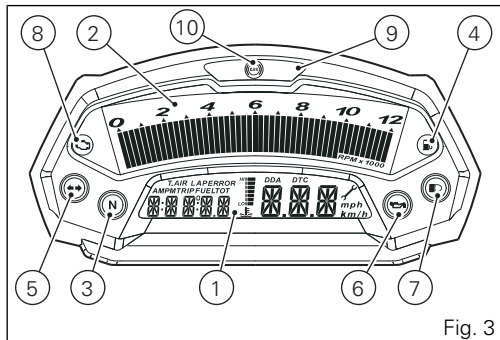

Fig. 3
7) HIGH BEAM LIGHT  (BLUE) (Fig. 3).
(AMBER YELLOW) (Fig. 3).
9) LIMITER LIGHT "OVER REV"/ TRACTION CONTROL LIGHT "DTC" (RED)(Fig. 3).
10) ABS LIGHT (AMBER YELLOW).(Fig. 3).